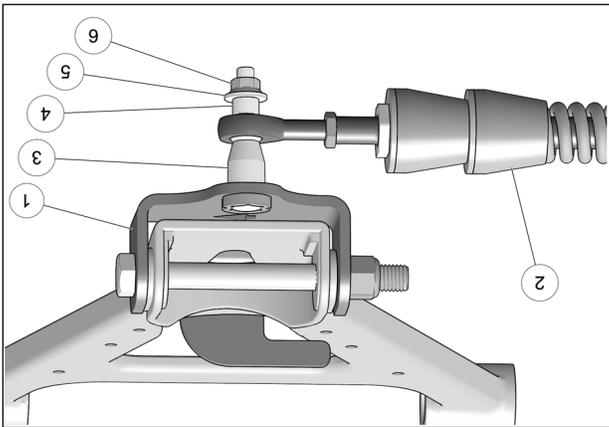

Fig. 12
11. Fixer le bras stabilisateur (2) au boulon déjà installé sur l'ancrage de suspension (1) à l'aide de l'espaceur long (3), de l'espaceur court (4), de la rondelle (5) et de l'écrou autobloquant (6). Serrer à un couple de 70 N•m [52 lb•pi]. Voir la Fig. 12